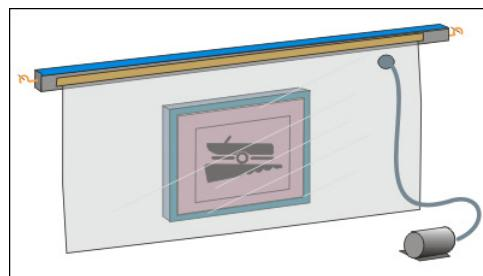

Imagen 224_01
4. Se pone a funcionar el compresor que extrae el aire y produce el contacto (Imagen 224_01).